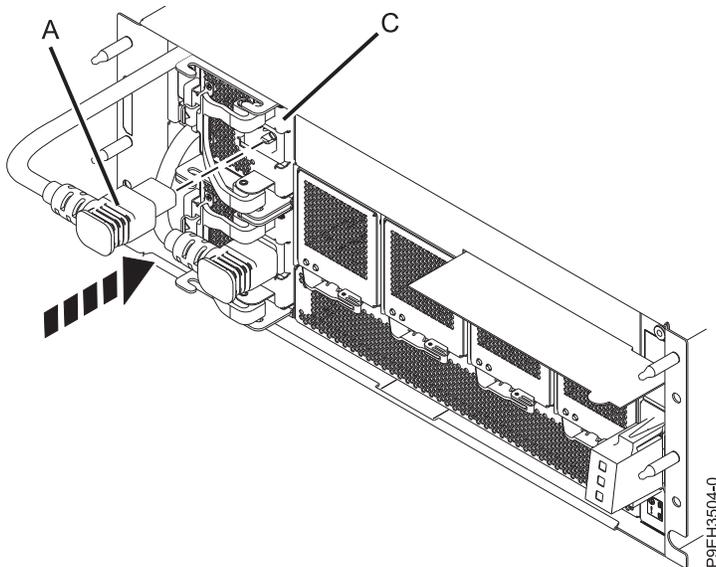

Figure 7. Branchement du cordon d'alimentation au bloc d'alimentation dans le tiroir d'extension EMX0 PCIe3
4. Branchez le cordon d'alimentation **(A)** au bloc d'alimentation **(C)**, comme illustré dans la figure 7, à la page 6.